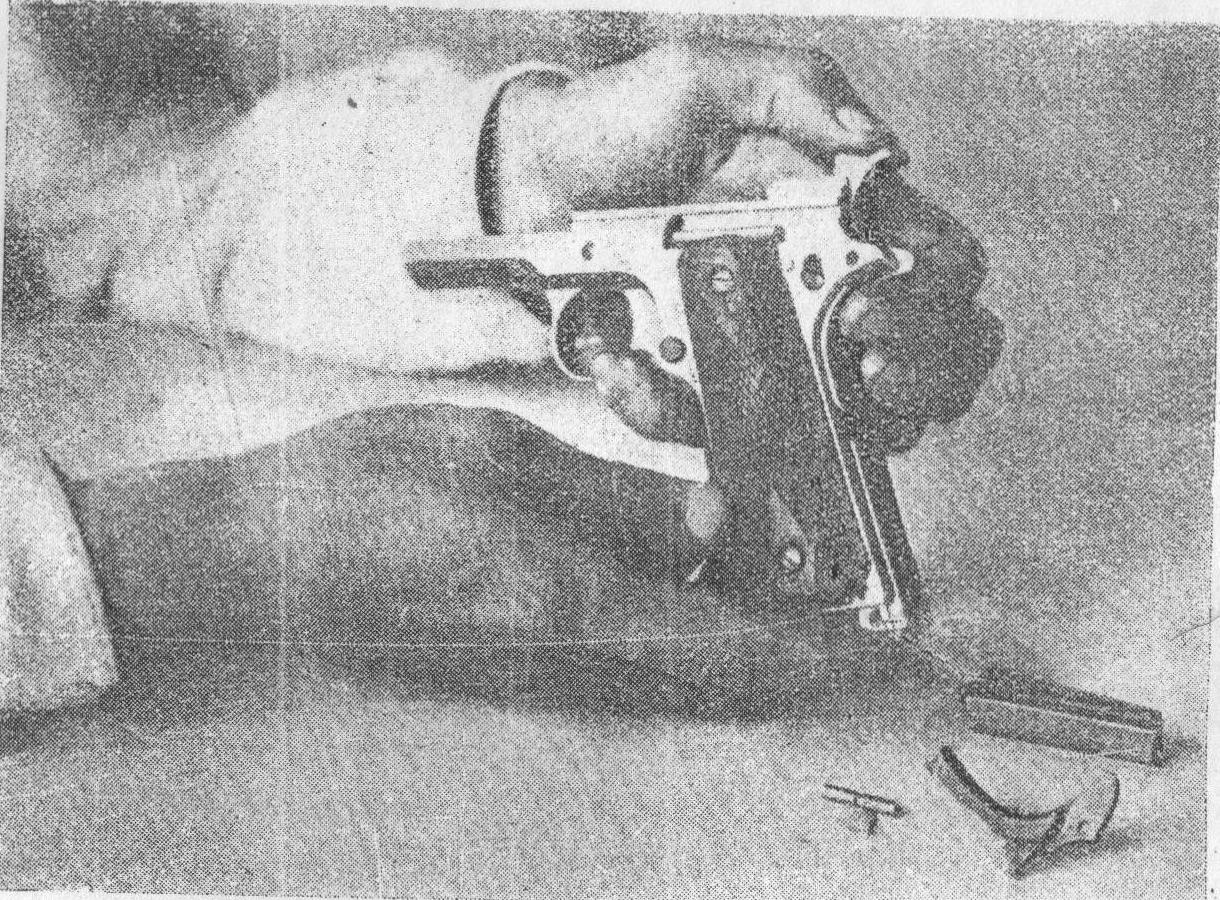

Рис. 17.
Автоматический предохранитель, ничем более не удерживающий, также освобождается (рис. 17).
9. Вложить автоматический предохранитель и ввинтить задвижку с боевой пружиной в заднюю часть рукоятки остива пистолета, для чего после установки на место автоматического предохранителя следует, придерживая его пальцами левой руки, правой вздвигать задвижку в остив пистолета, наблюдая за тем, чтобы конец рычага курка уперся в головку верхнего стержня боевой пружины. Курок обязательно должен быть в спущенном положении, иначе задвижка не станет на место; после этого, нажимая на кольцо задвижки, закрепить ее чекой, забив ее легкими ударами деревянного молотка в соответствующее гнездо с правой стороны остива пистолета таким образом, чтобы конец чеки с полукруглой выемкой находился с правой стороны остива пистолета (рис. 17 и 16).